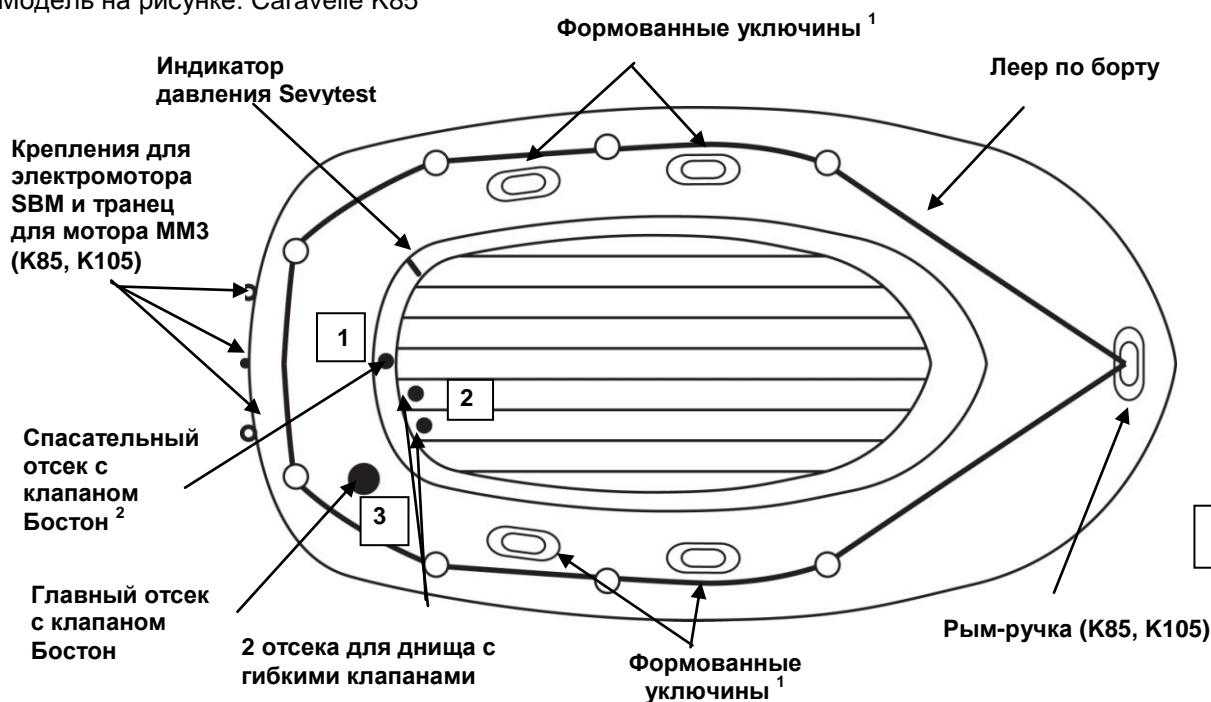

Рис. 1
- Клапан (ы) Boston (рис. напротив): Отвинтите колпачок клапана (1); ввинтите корпус клапана (2) в основание клапана (3); не убирайте колпачок. Вставьте коней шланга насоса в клапан и надувайте до достижения рекомендуемого давления (см. пункт 3). После накачивания как следует завинтите колпачки клапанов (по часовой стрелке). **Примечание:** небольшая утечка воздуха до полного закрытия клапанов - нормальное явление, **ГЕРМЕТИЧНОСТЬ** обеспечивается только колпачком клапанов.
2. Надувайте товар в порядке, указанном на заводской табличке на товаре (см. также рис. 1, нумерацию клапанов).